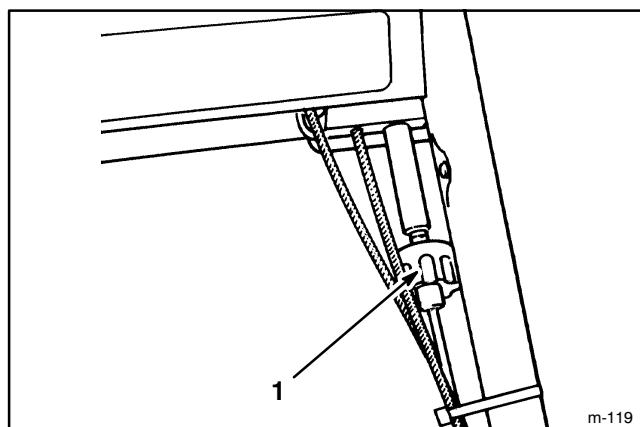

Abbildung 25
- Zur Einstellung des Radfahrantriebskabels den Knopf vorne links unter dem Bedienungspult drehen (Abb. 25). Den Knopf in positiver Richtung (+) drehen, um den Abstand zwischen Fahranschiebhebel und Griffstange zu vergrößern. Den Knopf in negativer Richtung (-) drehen, um den Abstand zwischen Fahranschiebhebel und Griffstange zu verringern.